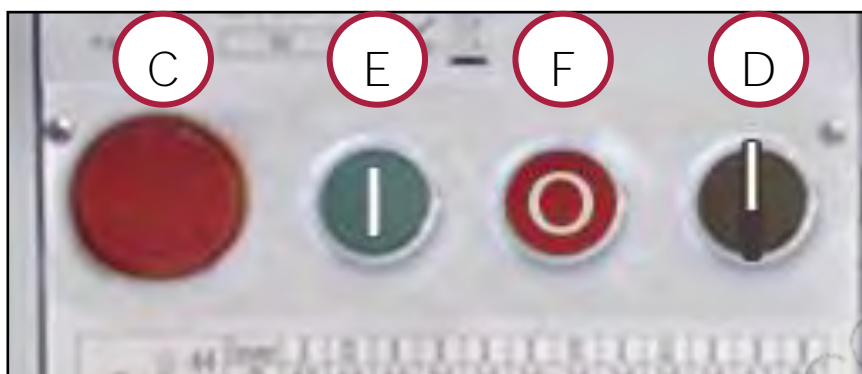

Figura 15 - Comandi elettrici
3. Azionare il mandrino in senso orario spostando il selettore nero (rif. D Figura 15 verso destra (R)).